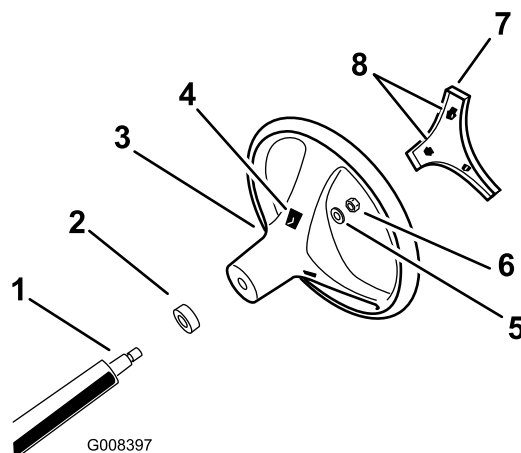

Figura 3
4. Fissate il volante al piantone con il dado di bloccaggio e serrate il dado di bloccaggio tra 24 e 29 N·m, come illustrato nella Figura 3.
5. Allineate le linguette del coperchio alle fessure nel volante e fate scattare il coperchio sul mozzo del volante (Figura 3).